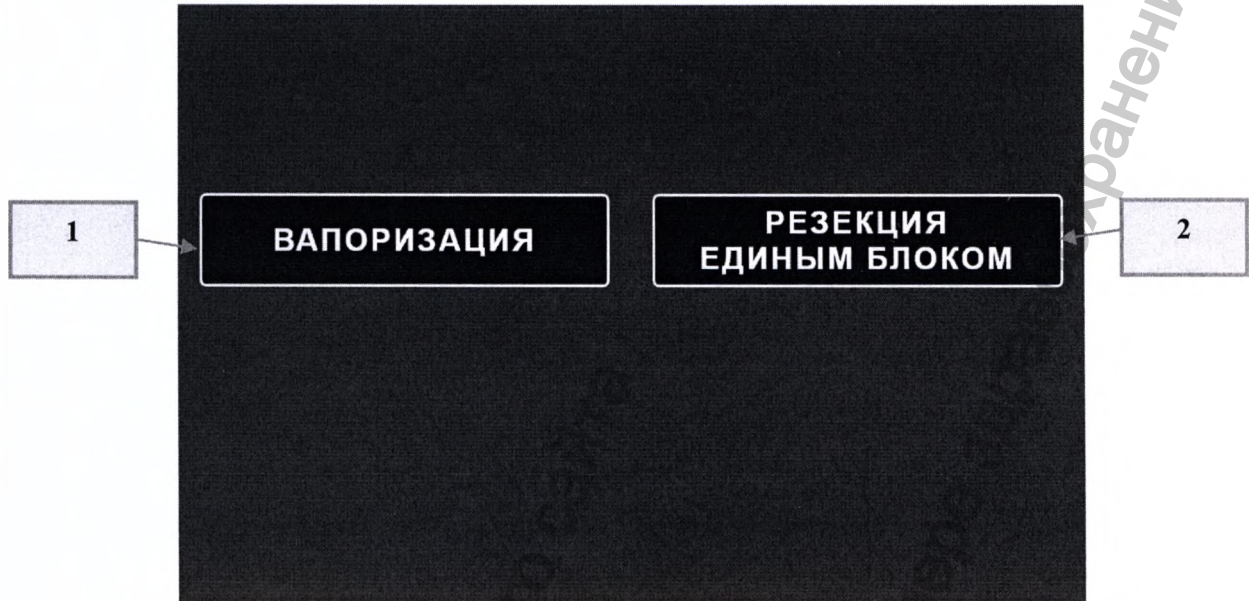

Рисунок 21. Экран списка процедур при выборе «ОПУХОЛЬ МОЧЕВОГО ПУЗЫРЯ»
При выборе «Опухоль мочевого пузыря» (3) появится экран выбора метода удаления опухоли (рис. 21):
- Вапоризация (выпаривание опухолевой ткани мочевого пузыря) (1);
- Резекция единым блоком (удаление опухоли мочевого пузыря вместе с основанием и подлежащей стенкой мочевого пузыря единым блоком) (2).